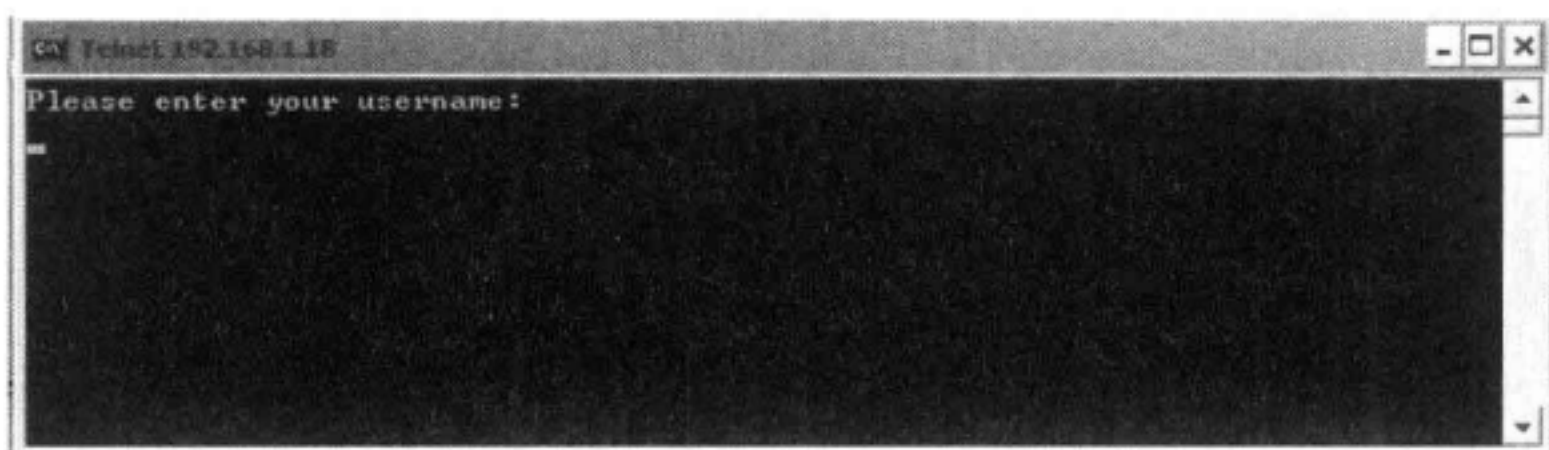

图 24-17 进入 Telnet 程序
① 如果使用 Windows 7 系统，系统没有 Telnet 程序，需要自行下载安装。使用 Windows XP 系统的用户，在命令提示符窗口输入命令并回车：telnet 192.168.1.18。输入命令后弹出窗口如图 24-17 所示。